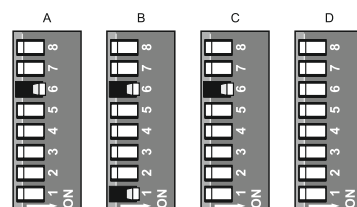

Abb. 4.1.3
2. Betätigen Sie den Dip-Switch, indem Sie den Hebel **6** und dann den Hebel **1** in die Position **ON** bringen, wie in der Abbildung 4.1.3 dargestellt.